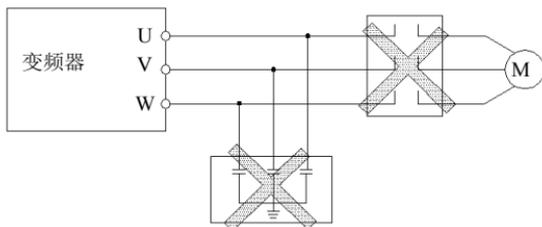

图 3-6 变频器与电机之间禁止使用接触器和吸收电容
- (1) 接线前，确保已完全切断电源 10 分钟以上，否则有触电危险。
- (2) 严禁将电源线与变频器的输出端 U、V、W 连接。
- (3) 变频器本身机内存在漏电流，中大功率变频器整机的漏电流大于 5mA，为保证安全，变频器和电机必须安全接地，接地线一般线径为 3.5mm² 以上铜线，接地电阻小于 10Ω。
- (4) 变频器出厂前已通过耐压试验，用户不可再对变频器进行耐压试验。
- (5) 变频器与电机之间不可加装电磁接触器和吸收电容或其它阻容吸收装置,如图 3-6。
- (6) 为提供输入侧过电流保护和停电维护的方便，变频器应通过中间继电器与电源相连。
- (7) 继电器输入及输出回路的接线 (X1~X8、Y1、Y2、FWD、REV)，应选用 0.75mm² 以上的绞合线或屏蔽线，屏蔽层一端悬空另一端与变频器的接地端子 PE 相连，接线长度小于 50m。